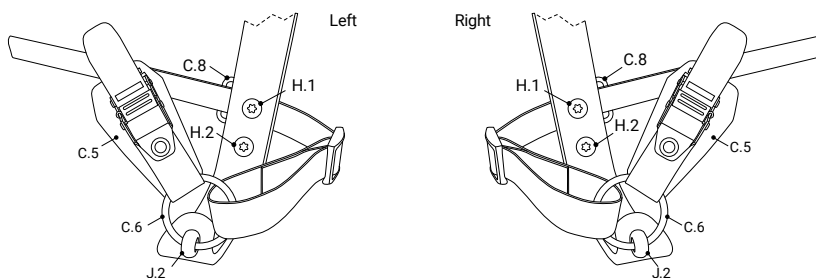
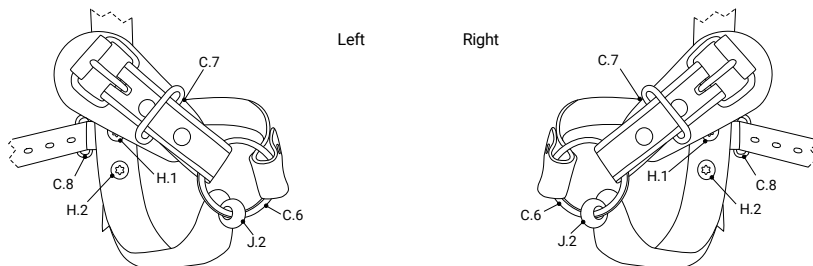

図4: 下部ラチェットバックルストラップ
図5: 下部クラシックストラップ
取り付けには、M8x9アイボルト (J.2) が2本必要です。図4 または図5 に示すように配置してください。アイボルトを高強度ネジロック剤で確実に固定してください。
キーリング (C.6) をアイボルトに通し、ストラップとバックルを図4 または図5 に示すように配置してください。キーリングは完全にアイボルトに通してください。
上部と下部のギャフネジを緩めて、取り外します。ガイドアイレット (C.8) のストラップをシャンク (A) とギャフ (B) の間のくぼみに差し込みます。ガイドアイレットを図4 または図5 のように配置してください。付属のM8x25ネジ (H.2) を上部と下部のギャフネジとして使用し、ギャフをシャンクに固定します。この時、上部のギャフネジがガイドアイレットのストラップの穴を通るようにしてください。クラシックストラップをアイレットに通します。